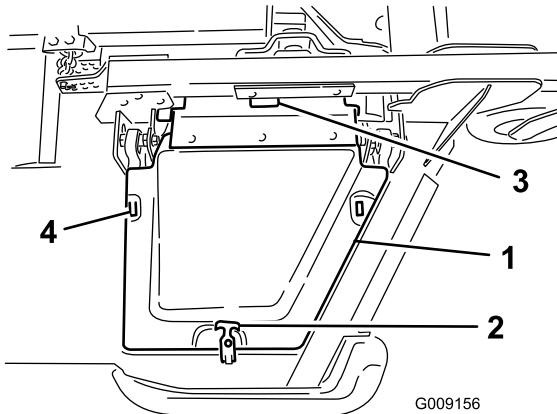

Bild 6
- Setzen Sie die Flügelmähwerkabdeckung auf und befestigen Sie sie mit dem Gummiriegel (Bild 6).